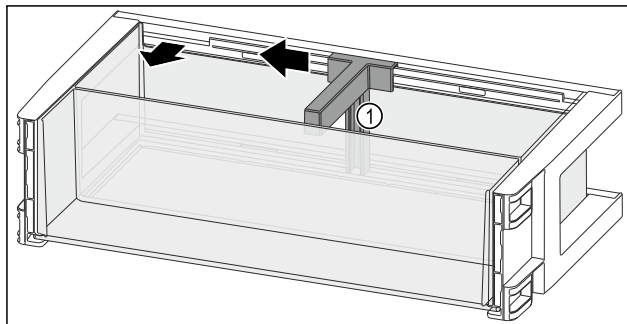

Fig. 112
- ▶ Flessenhouder Fig. 112 (1) tot aan de uitsparing opzij schuiven.
- ▶ Flessenhouder Fig. 112 (1) verwijderen.